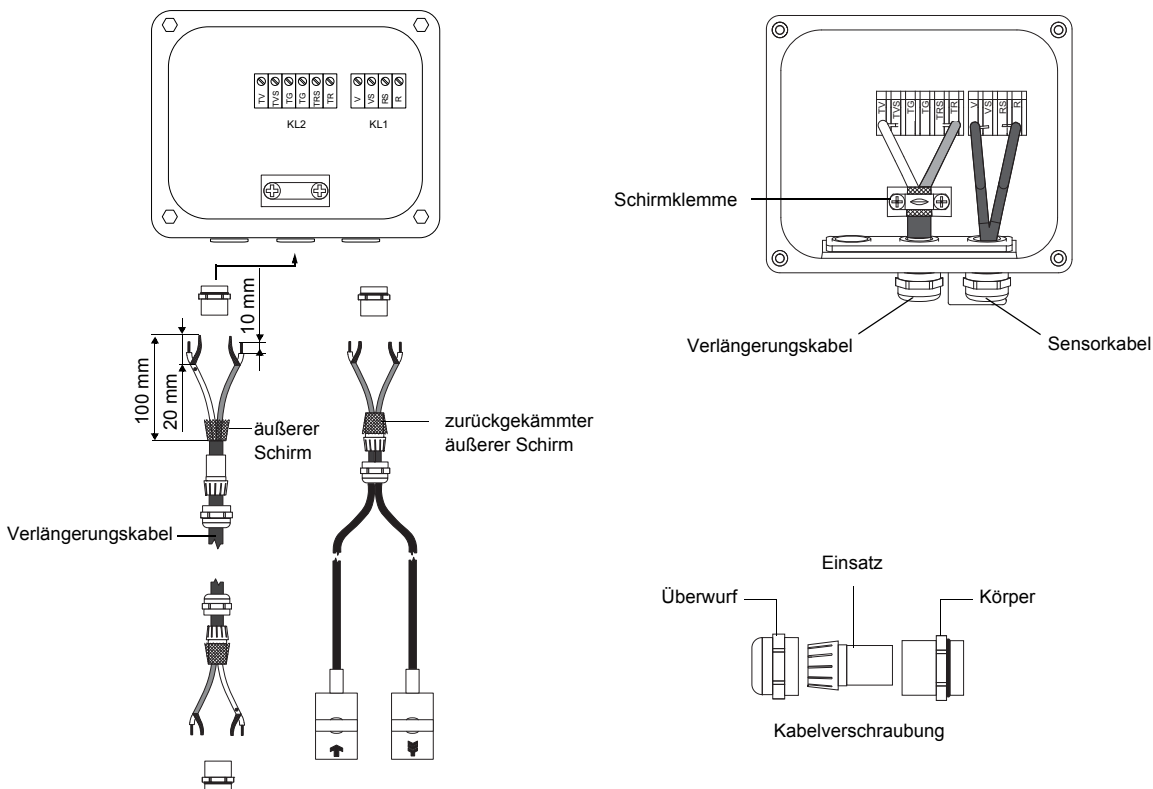

Abb. 6.8: Anschluss des Verlängerungs- und Sensorkabels an das Klemmgehäuse JB01
- Entfernen Sie den Blindstopfen für den Anschluss des Verlängerungskabels (siehe Abb. 6.8).
- Ziehen Sie das Verlängerungskabel so weit zurück, bis der zurückgekämmte äußere Schirm unter der Schirmklemme liegt (siehe Abb. 6.8). Das Verlängerungskabel muss bis zur Schirmklemme vollständig isoliert sein.
- Schließen Sie das Verlängerungskabel an die Klemmen des Klemmgehäuses (siehe Abb. 6.8 und Tab. 6.4).
Für die Klemmenbelegung des Sensorkabels siehe Abb. 6.8 und Tab. 6.5.